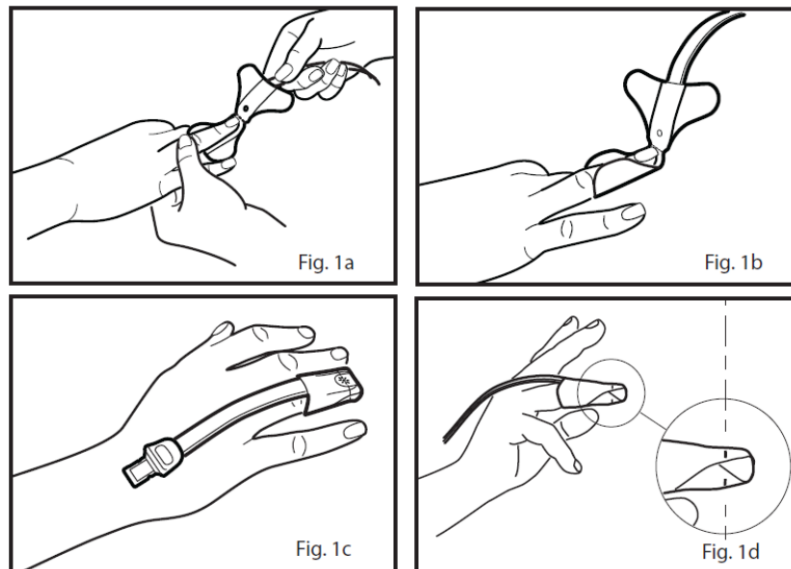

Abb. 28 RD SET-Sensorpositionierung für Kinder 10-50 kg
- 2 Siehe Fig. 1a in Abb. 28: Richten Sie das Sensorkabel so aus, dass der Empfänger zuerst angebracht werden kann. Platzieren Sie die Fingerspitze so auf der gestrichelten Linie, dass der Fingerumriss und das Empfängerfenster durch den fleischigen Teil des Fingers abgedeckt wird.
- 3 Siehe Fig. 1b in Abb. 28: Drücken Sie die selbstklebenden Flügel nacheinander auf den Finger. Um korrekte Daten zu erzielen, muss das Empfängerfenster vollständig abgedeckt sein.
- 4 Siehe Fig. 1c in Abb. 28: Klappen Sie den Sensor so über den Finger, dass das Senderfenster (roter Stern) über dem Fingernagel positioniert ist. Sichern Sie die Flügel einen nach dem anderen um den Finger.
- 5 Siehe Fig. 1d in Abb. 28: Bei richtiger Anbringung sind Sender und Empfänger vertikal ausgerichtet (die schwarzen Linien sollten übereinstimmen). Positionieren Sie sie bei Bedarf neu.